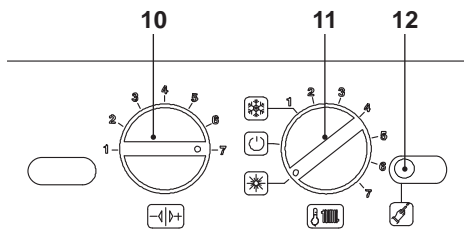

Figura 9.14
- Posizionare le manopole del pannello comandi come indicato in Figura 9.14.
- Per entrare nella modalità Spazzacamino bisogna entrare in programmazione premendo per 15 secondi il pulsante di ripristino 12 in Figura 9.14 fino alla comparsa del parametro **P01** sul display LCD; sul display LCD compare la seguente visualizzazione (la sequenza **P01** si alterna -- -- --).
- Premere il pulsante di ripristino 12 in Figura 9.14 per lo scorrimento dei vari parametri sino al raggiungimento del parametro **P09** valido per il settaggio modalità Spazzacamino; sul display LCD compare la seguente visualizzazione (la sequenza **P09** si alterna a **00**).